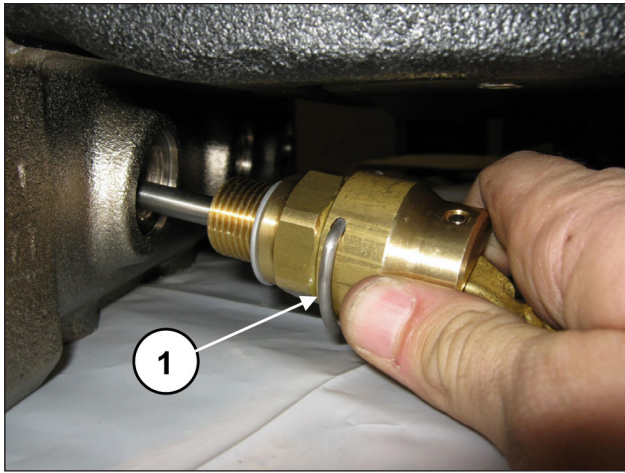
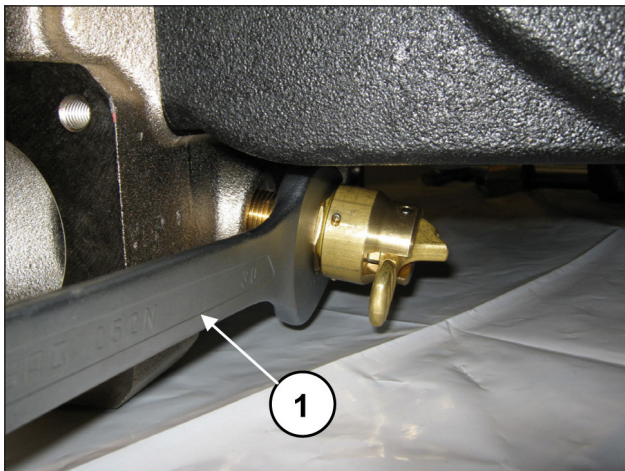

图 170
图 171
安装阀门打开装置(位置①，图 170)并通过30毫米扳手(位置②，图 171)拧紧。